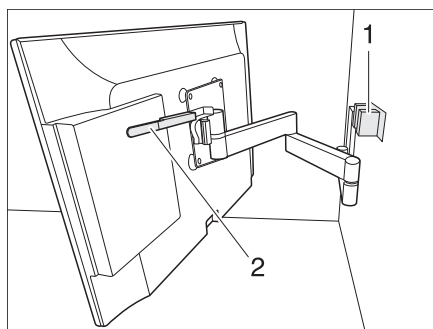

Fig. 59 Soporte con brazo articulado
- Empujar la palanca (Fig. 59,2) hacia abajo para soltar la pantalla plana del dispositivo de retención (Fig. 59,1). Soltar la palanca.